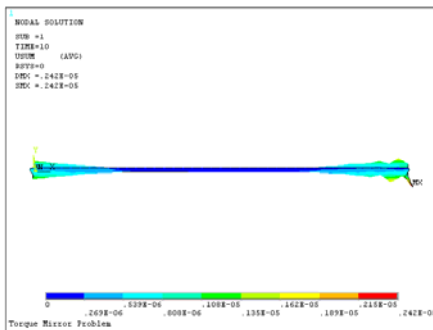

图 9-42 位移场分布等值线图
⑤在“Item to be contoured”列表框中依次选择 DOF Solution→Displacement vector sum，单击“OK”按钮，ANSYS 窗口将显示如图 9-42 所示的位移场分布等值线图。